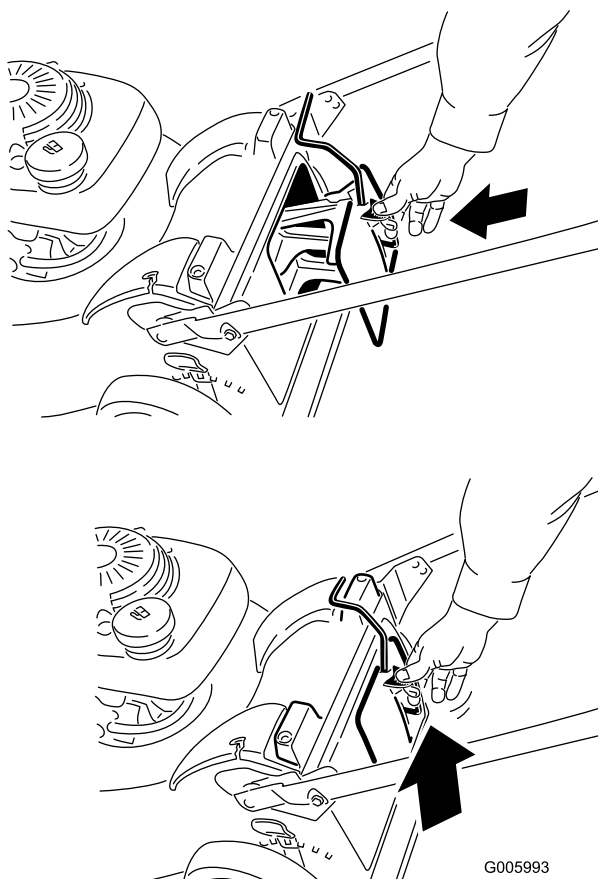

Figura 29
2. Montate il coperchio di scarico (Figura 29).